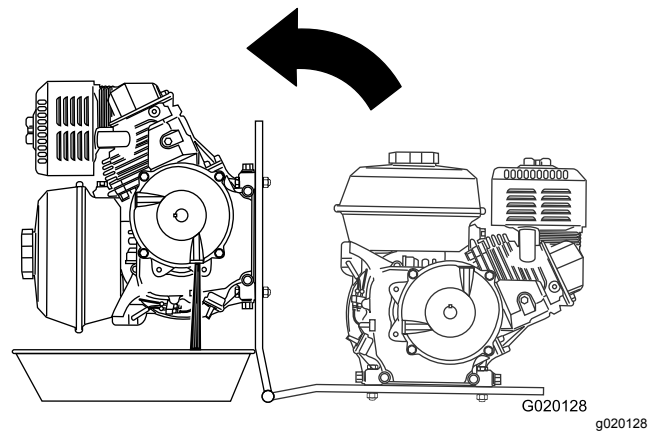

Figura 64
8. Coloque un recipiente junto a la bisagra de la chapa del motor (Figura 64).
9. Gire el motor sobre la bisagra de la chapa del motor, y vacíe el aceite de la caja reductora (Figura 64).